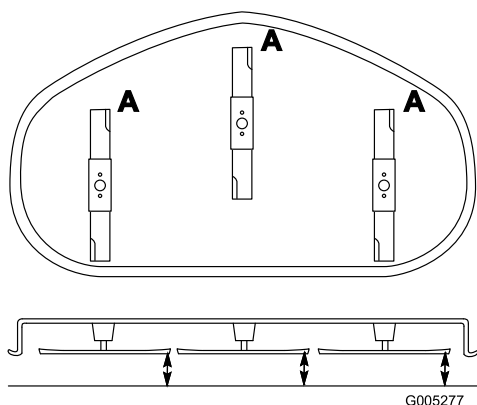

Figura 36
1. Gire las cuchillas hasta que los extremos estén orientados hacia adelante y hacia atrás (Figura 36). Mida desde una superficie nivelada hasta el filo de corte, posición 1,5, de las cuchillas (Figura 36). Anote esta dimensión.